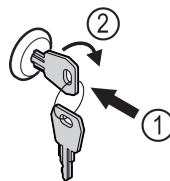

Fig. 158
- ▶ Paina avain lukkoon. Fig. 158 (1)
- ▶ Kierrä avainta 90° myötäpäivään. Fig. 158 (2)